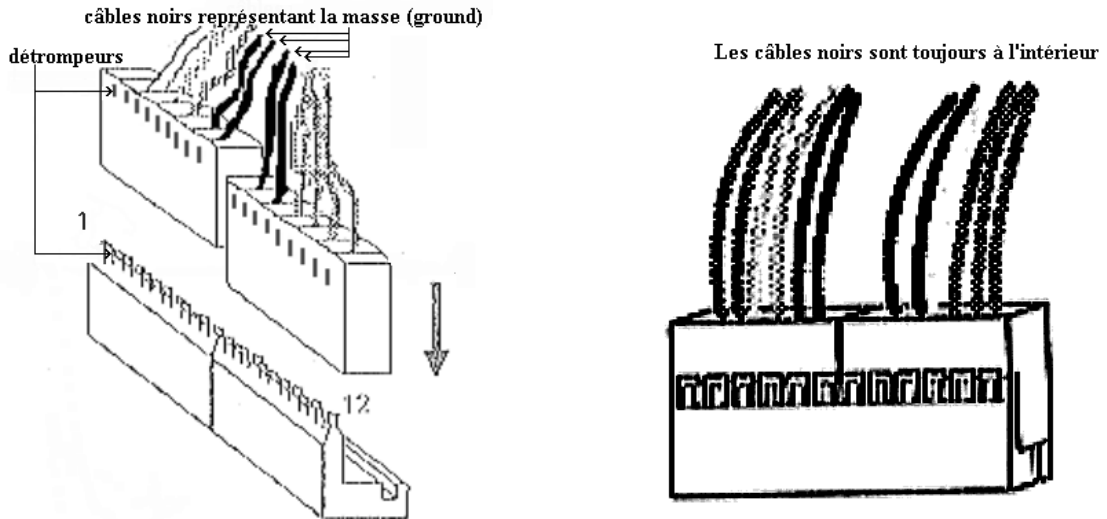

Figure 6 : Connecteurs d'alimentation.
- Connecteurs d'alimentation P8 et P9 (2x6 fils). Il faut mettre les fils de couleurs noires vers l'intérieur voir Figure 6